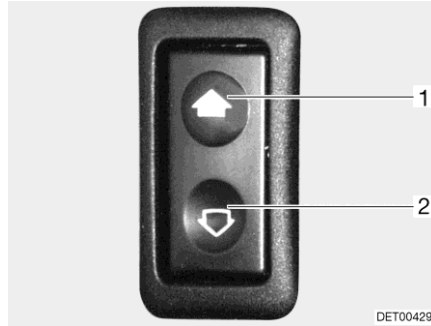

Fig. 40 Interruttore per alzacristalli elettrici
- Apertura: ■ Premere l'interruttore in basso (Fig. 40,2).
- Chiusura: ■ Premere l'interruttore in alto (Fig. 40,1).